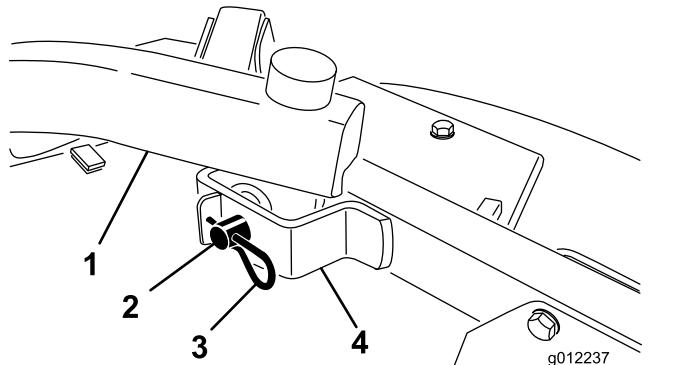

Figura 24
4. Retire las chavetas y los pasadores que fijan los brazos de elevación a los soportes de los brazos de las ruedas giratorias (Figura 24).